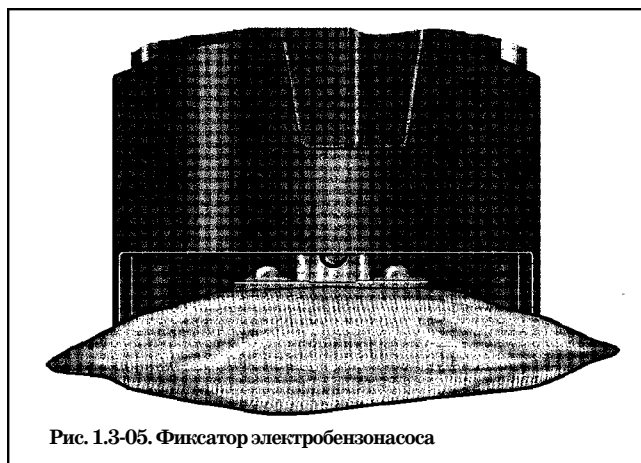

Рис. 1.3-05. Фиксатор электробензонасоса
2. Используя специальное приспособление, плавно насадить сетчатый фильтр усилием не менее 100 Н на его наружную поверхность. Фильтр должен быть напрессован до упора штуцера в насосную секцию электробензонасоса, не допуская повреждения лепестков фиксатора кронштейна. Приспособление при этом не должно касаться крышки корпуса контактов электробензонасоса, в которую встроены электрический разъем. Чтобы проверить правильность установки сетчатого фильтра, необходимо убедиться в том, что фиксатор электробензонасоса выступает за край штуцера сетчатого фильтра на расстояние около 1 мм (рис. 1.3-05).